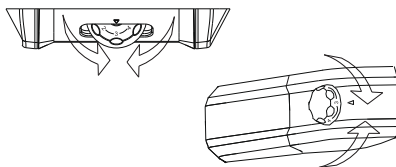

Fig.5
- La regolazione della temperatura, di entrambi i compartimenti, avviene ruotando la manopola del termostato (fig.5).